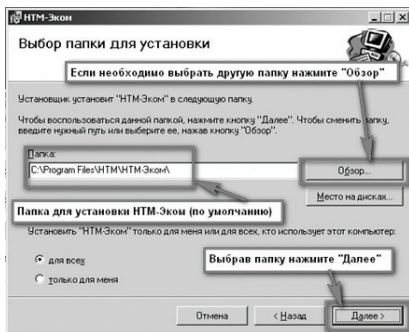

Рисунок 10
8.2.14.4 Выбрать папку для установки ПО «HTM-ЭкоМ» (рисунок 10).